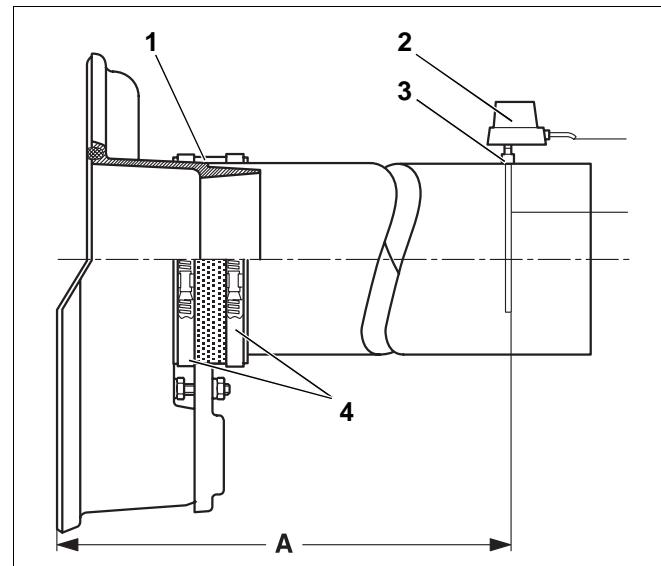

Рис. 33
Мы рекомендуем использовать уплотнительную манжету трубы отходящего газа (рис. 33, поз. 1).
- Надеть хомуты (рис. 33, поз. 4) на уплотнительную манжету. Один хомут должен при этом захватывать патрубок коллектора отходящего газа, а второй - трубу отходящего газа.
- На расстоянии (A) от коллектора отходящего газа, равном двойному диаметру трубы отходящего газа, вварить муфту (рис. 33, поз. 3) в трубу отходящего газа.
- Установить датчик температуры отходящего газа (рис. 33, поз. 2) в соответствии с отдельной инструкцией по его монтажу.